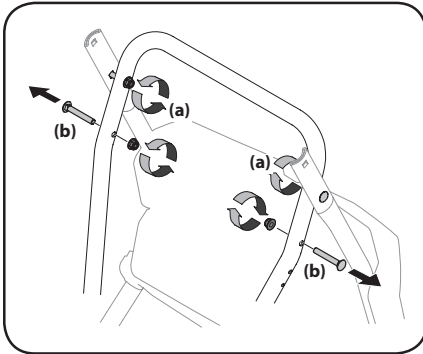
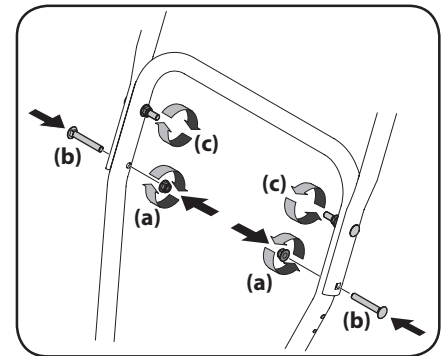

Figura 2-2
Figura 2-6
7. En las unidades que tienen la manija instalada como se muestra en la Figura 2-2, coloque los dos tornillos de carro (b) y las tuercas de seguridad (a) que extrajo en el Paso 2. Termine de sujetar la manija, para lo que debe ajustar las dos tuercas de seguridad superiores (c) que aflojó en el Paso 2. Consulte Figura 2-6.